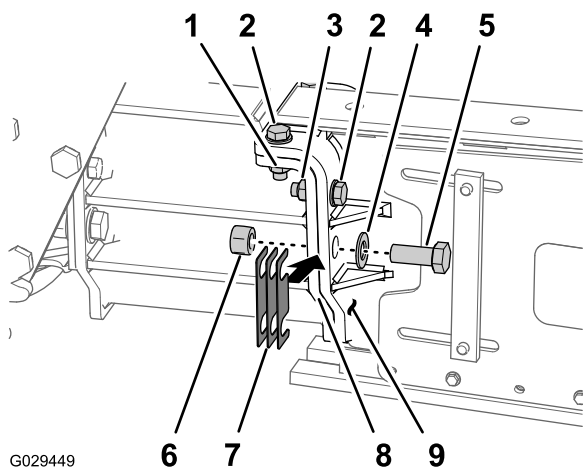

Figure 11
6. Sur le support de fixation de l'extension et la plaque de montage de l'élince à roche, desserrez les 4 boulons à tête hexagonale (3/4 x 2-1/2 po) et écrous (Figure 11).
2. Sur le support de fixation de l'extension et la plaque de montage de l'élince, montez le boulon horizontal (1 x 2-1/2 po) et le contre-écrou dans le trou horizontal du support de fixation et de la plaque de montage, et serrez-les à la main (Figure 11).